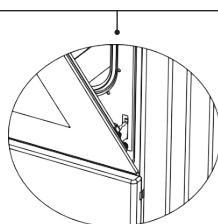

Figure 2.1
5. Relevez la porte de manière qu'elle entre en contact avec le verrou de la charnière tel qu'indiqué sur la figure 2.1.